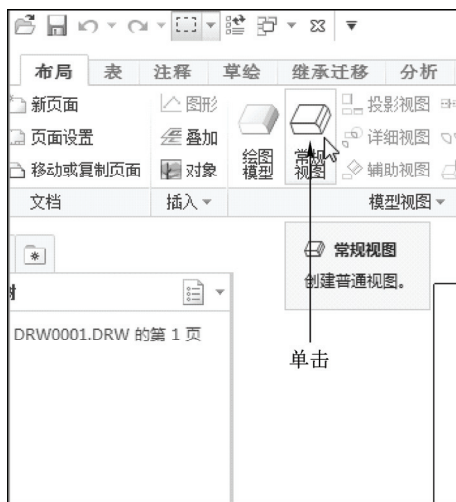

图 14-15 单击“常规视图”按钮
STEP 04 单击“确定”按钮, 进入绘图模式。在功能区选项板的“布局”选项卡中, 单击“模型视图”面板中的“常规视图”按钮, 如图 14-15 所示。